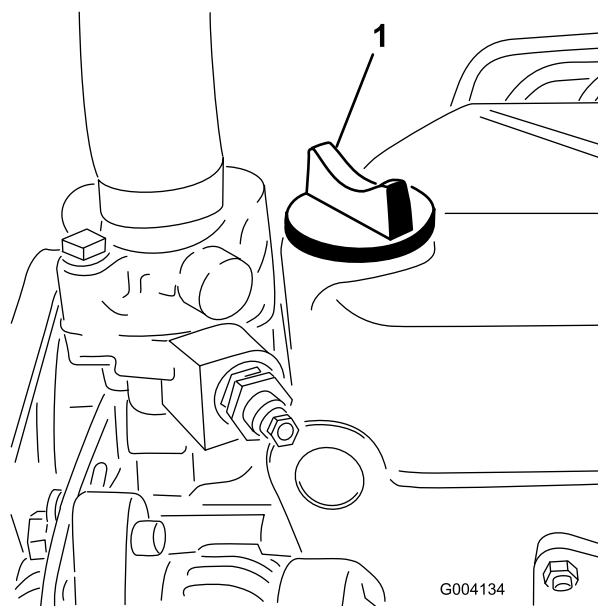

Figura 28
5. Se il livello dell'olio non raggiunge il segno di pieno, togliete il tappo di riempimento (Figura 28) e rabboccate con olio fino a portarlo al segno Full sull'asta di livello.